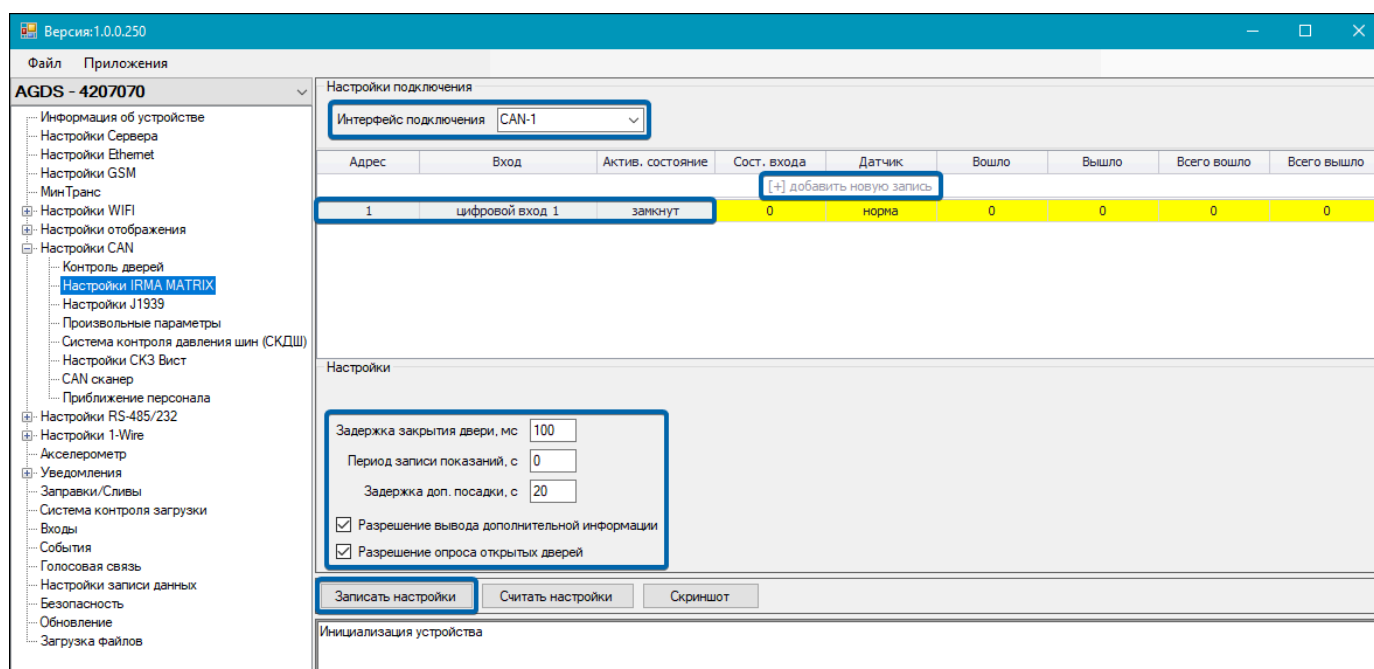

Рис.82. Рабочая область пункта «Настройки IRMA MATRIX»
5. Выберите пункты Настройки CAN | Настройки IRMA MATRIX (Рис.82).